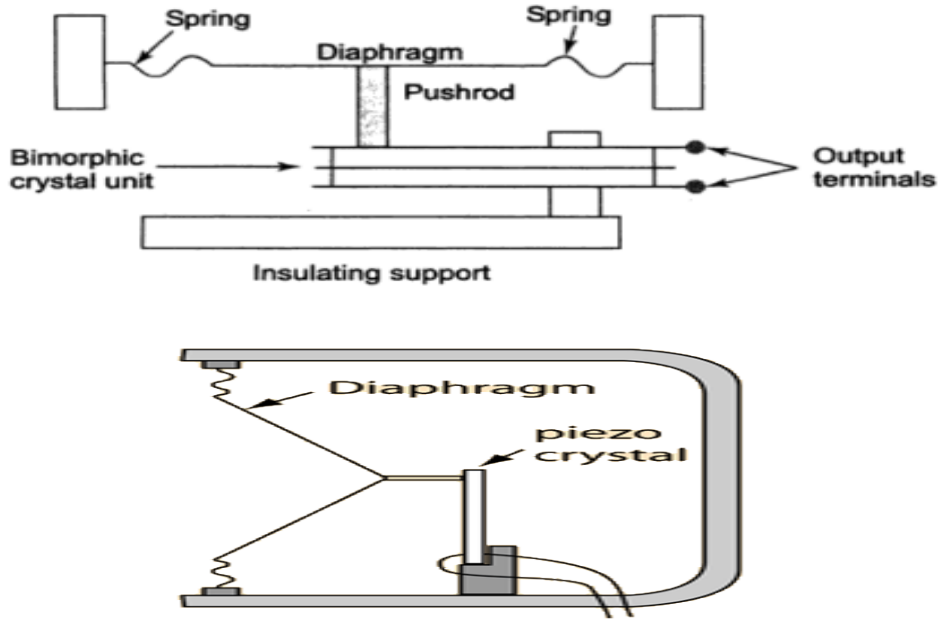

Figure no 1.7: Crystal Microphone
- Figure no 1.7 क्रिस्टल मायक्रोफोनची रचना दर्शवते.